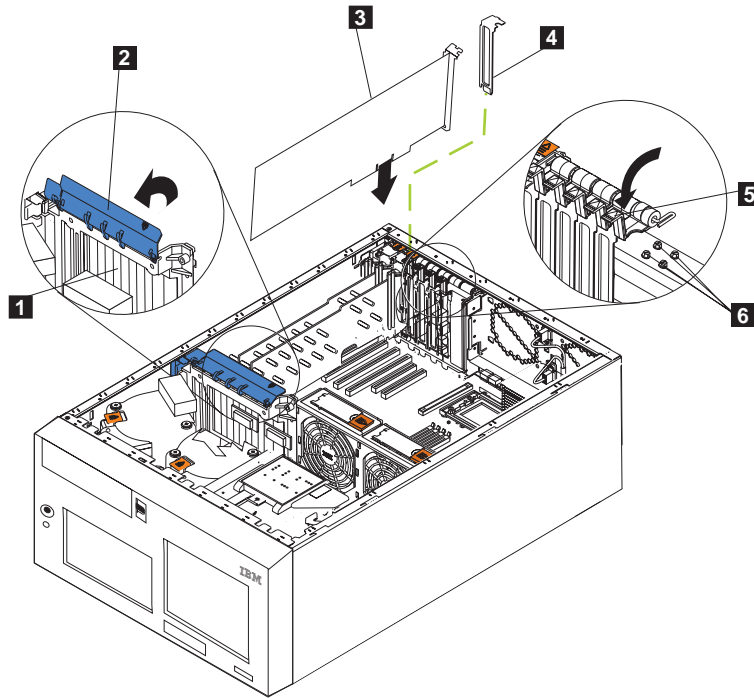
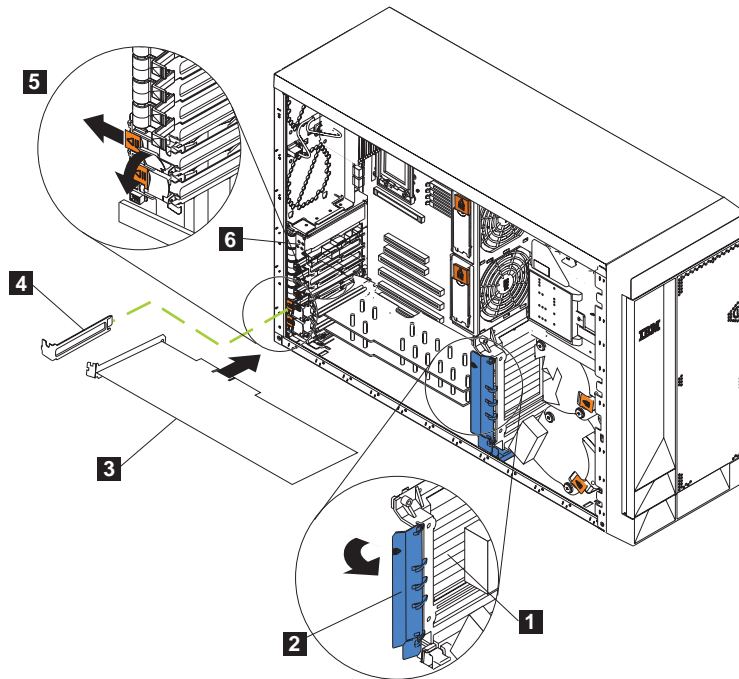
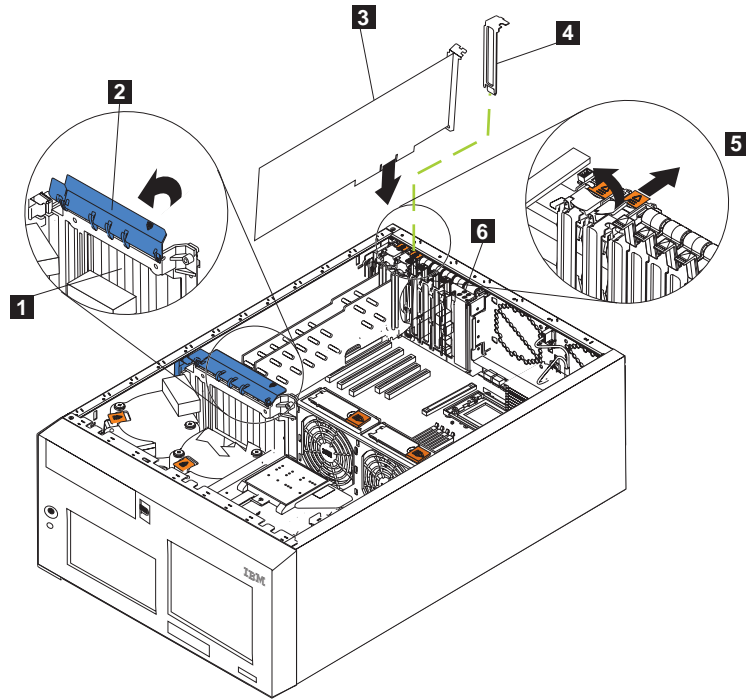

图 43. 安装适配器（具有机架安装转换功能的型号 25T）
图 44. 将适配器安装到插槽 5 或 6 中 (型号 25T)
图 45. 将适配器安装到插槽 5 或 6 中（具有机架安装转换功能的型号 25T）
5. 抬起适配器支撑架顶部的适配器固定夹以及每个标准长度适配器的适配器固定插销；然后，卸下标准长度适配器。（请查看第 106 页的图 42 和第 107 页的图 43 以了解适配器固定夹的位置。）
如果是在 PCI-X 插槽 5 或 6 中安装适配器，则使橙色适配器固定插销解锁器朝向引擎背面滑动，并在将黑色适配器固定插销抬至解锁（打开）位置后将该解锁器按住，如图 44 和第 109 页的图 45 所示
- d. 用螺钉固定插槽 1-4 中的适配器：将其中一颗备份扩充插槽螺钉（参见第 108 页的图 44 和第 107 页的图 43 以了解螺钉的位置）通过适配器支架顶部插入螺钉孔以将适配器固定。